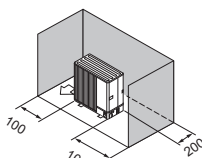

Abb. 2-11
- (3) Hindernisse oder unzugängliche Oberflächen nur auf der Rückseite und auf beiden Seiten (Abb. 2-11)